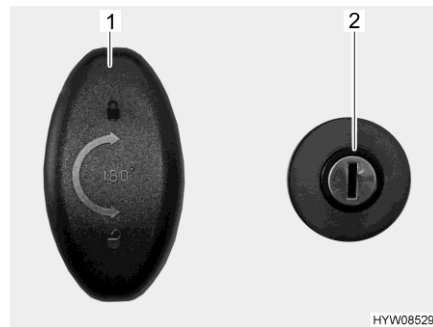

Fig. 54 Serratura della porta (porta del garage)
- Inserire la chiave nel cilindro della serratura (Fig. 54,2) e ruotare in senso orario. La chiusura centralizzata è sbloccata.
- Girare la maniglia della serratura (Fig. 54,1) in senso antiorario di un mezzo giro e aprire la porta del garage.
- Girare la maniglia della serratura (Fig. 54,1) in senso antiorario di un mezzo giro.
- Inserire la chiave nel cilindro della serratura (Fig. 54,2) e ruotare in senso antiorario. La chiusura centralizzata è bloccata.